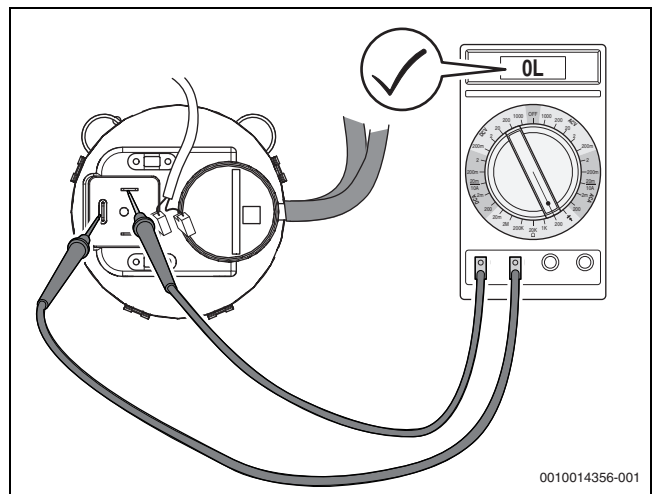
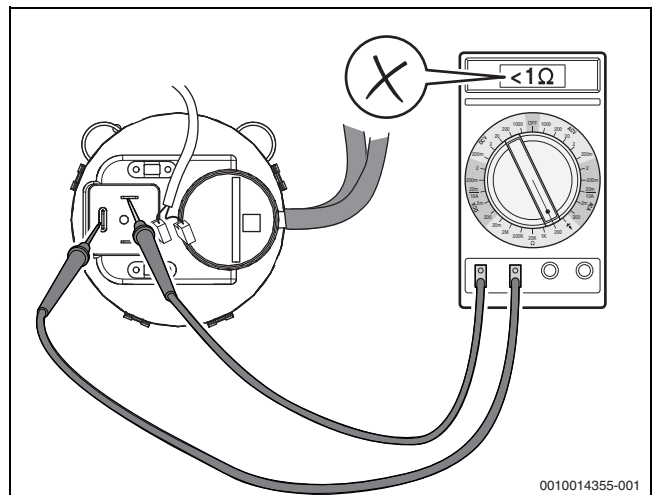

Bild 74 Differenzdruckwächter auf Durchgang prüfen (Differenzdruckwächter in Ordnung)
Bild 75 Elektrischen Widerstand an den Kontakten des Differenzdruckwächters messen (Differenzdruckwächter **nicht** in Ordnung)
- Elektrische Anschlussleitungen am Differenzdruckwächter abziehen und Widerstand an den Kontakten messen (→Bild 74). Wenn kein Wert oder ein Widerstand $> 1 \text{ Ohm}$ angezeigt wird, ist der Differenzdruckwächter in Ordnung. Wenn der gemessene Wert $< 1 \text{ Ohm}$ beträgt (oder Signalton, je nach Messgerät; →Bild 75), Differenzdruckwächter austauschen.